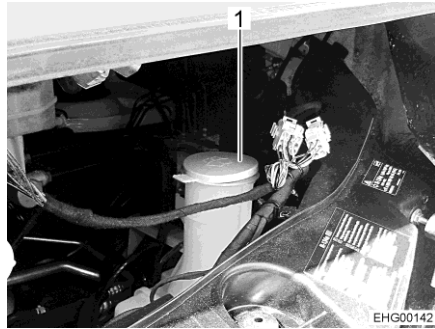

Fig. 40 Tubo de llenado (depósito de agua para lavar)
- Quitar la tapa (Fig. 40,1) del tubo de llenado del depósito de agua para lavar.
- Apretar la tapa (Fig. 40,1) sobre el tubo de llenado del depósito de agua para lavar.